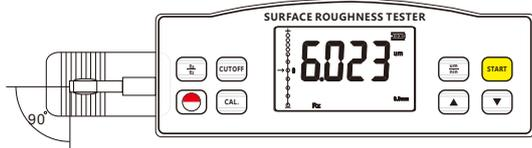

图4-2
- I. 参照图4-2，传感器的滑行轨迹必须垂直于工件被测表面的加工纹理方向。